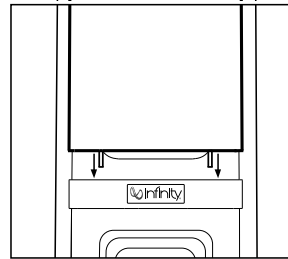

Figura 1.
1. Introduzca las dos clavijas en los orificios de goma situados en la parte superior de la pieza que lleva el logo, tal como le muestra la Figura 1.